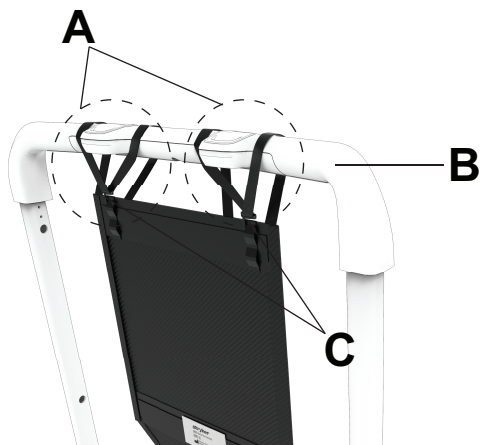

Figura 31 – Fije las correas a la barra de agarre
2. Enrolle la correa izquierda del soporte para la cabeza (A) alrededor del lado izquierdo de la barra de agarre (B). La correa debe enmarcar ambos lados del botón IR izquierdo. Sujete el gancho (C) al lazo del soporte para la cabeza para sujetar la correa alrededor de la barra de agarre (Figura 31).